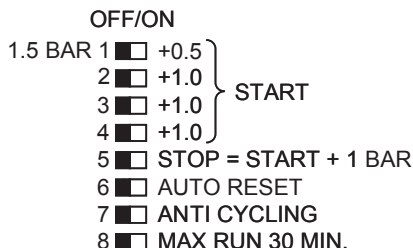

Рис. 7 DIP-переключатели
*Если в течение 5 минут после пуска в гидросистеме не создается избыточное давление, то включается защита от «сухого» хода, в результате чего насос остановится. Прежде чем повторно запускать насос необходимо проверить условия заливки насоса. Повторный запуск насоса произойдет автоматически, если DIP-переключатель 6 (AUTO RESET) (см. рис. 7) был установлен в положение ON, в противном случае насос можно перезапустить [Reset].*
В блоке РМ 2 имеется ряд настроек, которые можно выполнить с помощью DIP-переключателей, расположенных за панелью управления (см. рис. 7).